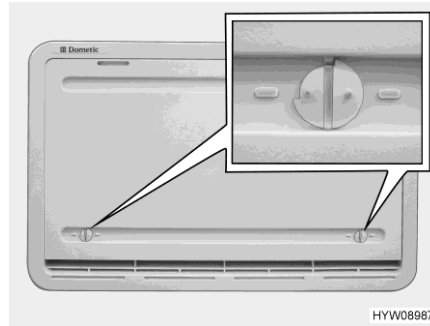

Bild 163 Winterabdeckung
Wenn der Kühlschrank bei niedrigen Außentemperaturen betrieben werden soll, empfiehlt der Hersteller die Verwendung einer Winterabdeckung (Bild 163) für die Kühlschrank-Lüftungsgitter.
- Beide Verriegelungen (Bild 163) öffnen (Nut steht waagrecht).